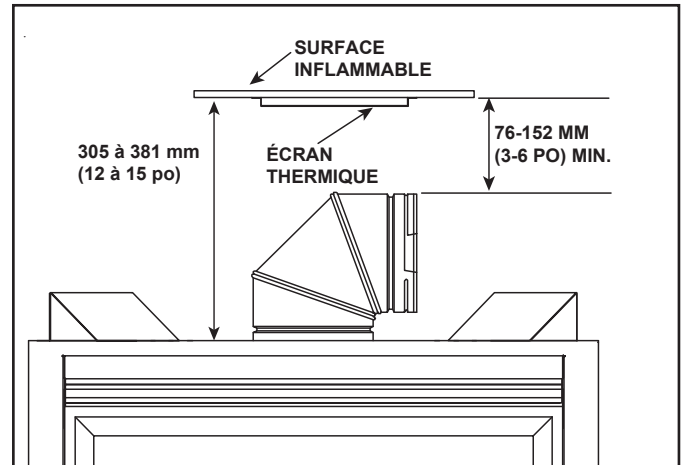

Figure 6.2 Localisation d'installation de l'écran thermique coudé
2. Si des matériaux inflammables seront installés entre 305 à 381 mm (12 à 15 po) au-dessus du sommet de l'appareil, l'écran thermique coudé est nécessaire. Voir la figure 6.2.
2. Attachez l'écran en place en utilisant les quatre trous de guidage. L'écran devrait être orienté de telle sorte que la partie la plus longue de 333 mm (13-1/8 po) soit orientée dans la même direction où pointe le coude. L'écran devrait être centré directement au-dessus du coude et positionné en vue d'obtenir un vide d'air de 13 mm (1/2 po) entre l'écran et la surface inflammable. Voir figure 6.2.